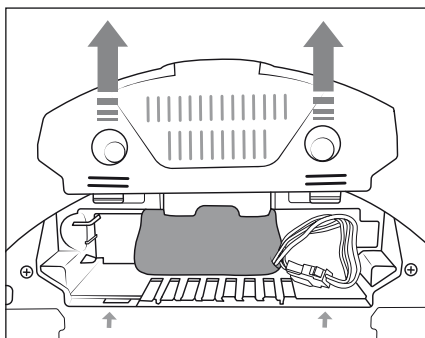

Fig. 13
- 1) Retire a tampa do compartimento do acumulador 15 do aparelho (ver fig. 13).